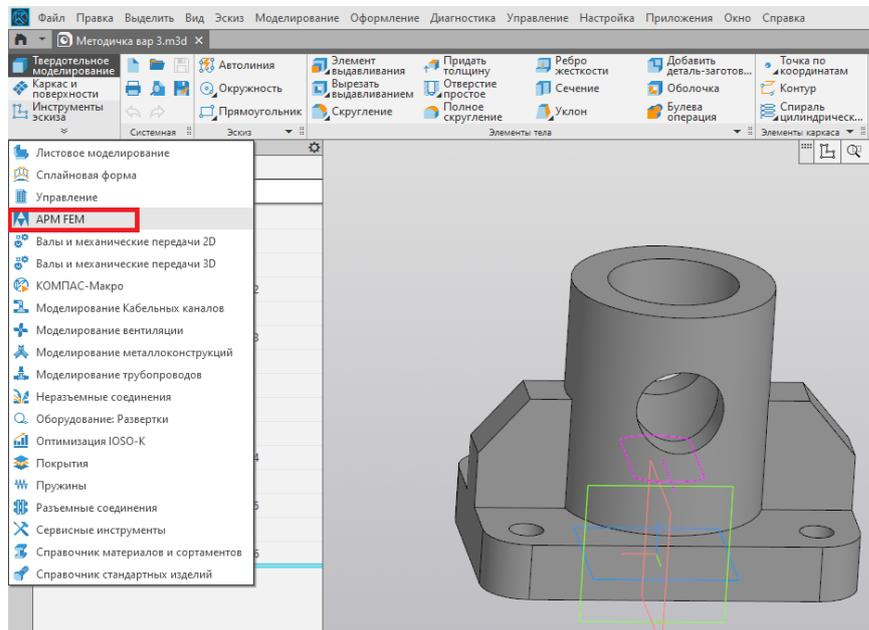

Рис. 165
1. Открываем раздел прочностного анализа APM FEM (рис. 165).